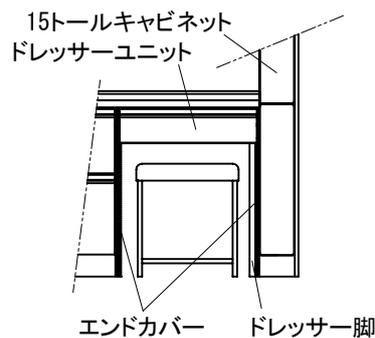

図12-9
- ②所定のネジでエンドカバーを固定し、ネジ頭隠しシールを貼付けてください。(図12-9)